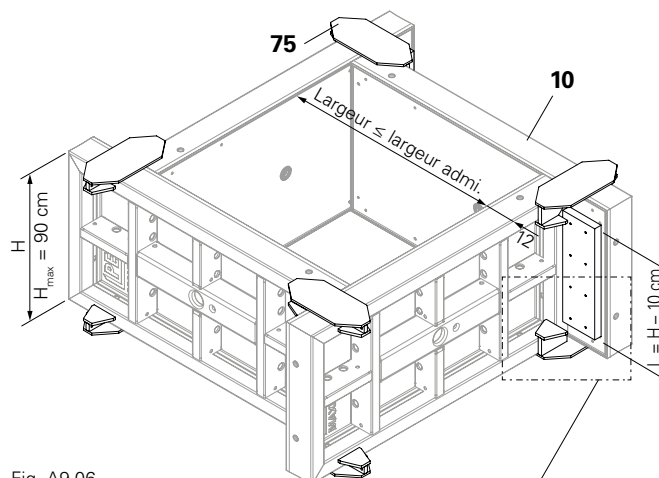

Fig. A9.06
5. Poser les autres éléments, panneaux de butée et verrous de fondation. (Fig. A9.06)